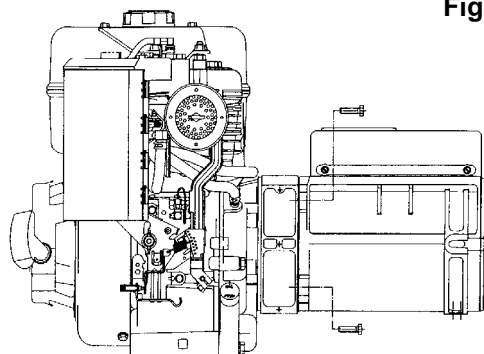

Fig. 2
-) bloccare l'alternatore sul coperchio fissando i quattro dadi M8 sui tiranti, applicando una coppia di pari a $16 \pm 7\%$ Nm (fig. 2).
-) fix the alternator to the cover by using the four M8 nuts onto the bolts and by applying a tightening torque of $16 \pm 7\%$ Nm (fig. 2).
-) bloquer l'alternateur sur le couvercle en fixant les quatre écrous M8 sur les tirants, en appliquant un couple de serrage de $16 \pm 7\%$ Nm (fig. 2).
-) Den Umwandler auf dem Deckel befestigen und ihn mit Hilfe der vier Muttern M8 an den Zugstangen befestigen bei Aufbringen eines Anzugsmoments von $16 \pm 7\%$ Nm (Abb. 2).
-) sujete el alternador en la tapa fijando las cuatro tuercas M8 en los tirantes, aplicando un par de torque de $16 \pm 7\%$ Nm (fig. 2).